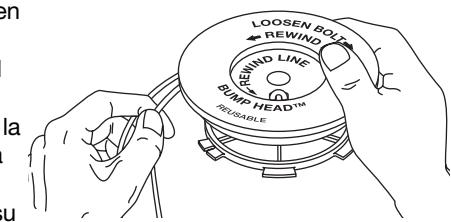

Fig. 28
7. Bobine las líneas en capas parejas y ajustadas sobre el carrete (Fig. 28). Bobine la línea en la dirección indicada en el carrete interior. Coloque su dedo índice entre